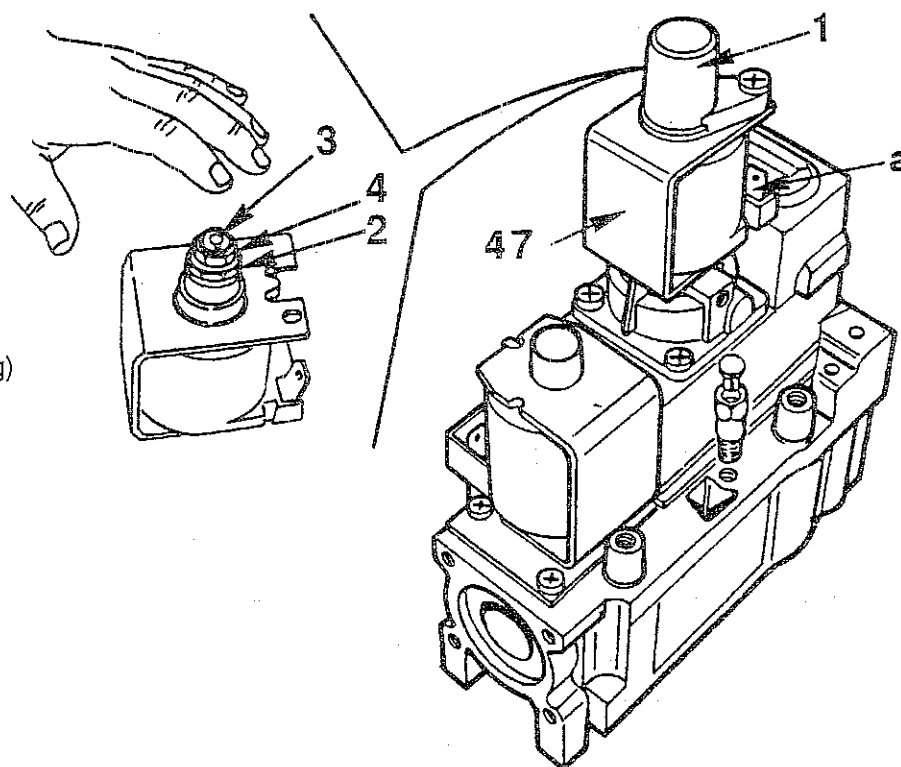

Fig. 31
3.0 HONEYWELL GAS VALVE (fig 31)